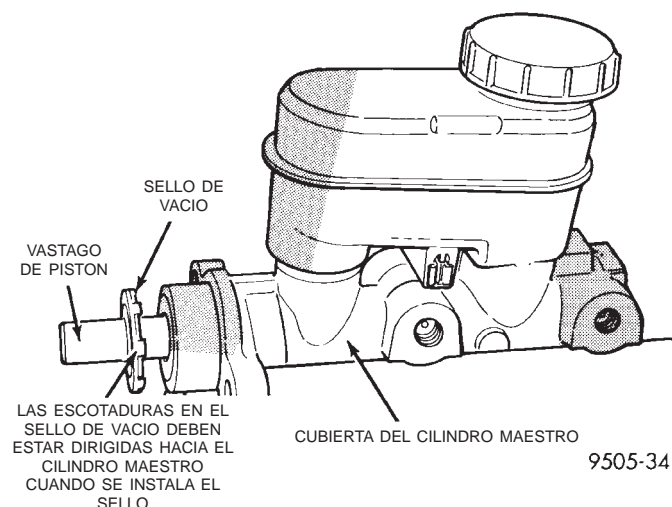
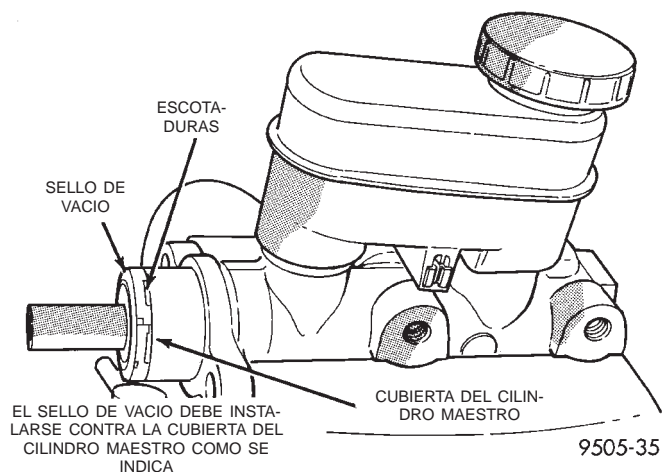

Fig. 123 Instalación del sello de vacío en el vástago de pistón del cilindro maestro
Fig. 124 Sello de vacío posicionado para la instalación del cilindro maestro
(8) Instale el sello de vacío en el vástago de pistón del cilindro maestro como se indica, con las escotaduras del sello de vacío en dirección hacia la cubierta del cilindro maestro (Fig. 123). Luego deslice el sello de vacío sobre el vástago de pistón, hasta que esté asentado contra la cubierta del cilindro maestro (Fig. 124), antes de instalar el cilindro maestro en el reforzador del vacío del servofreno.